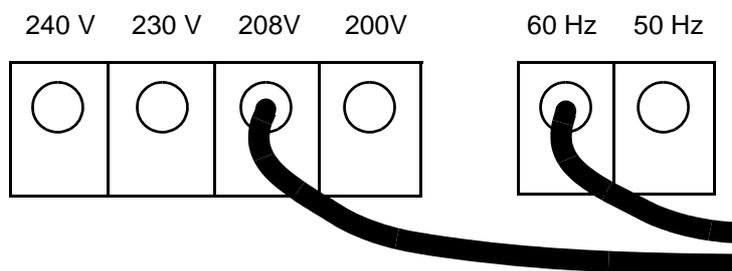

Figura 1: Configuración del balastro
3. Observar la Figura 1. Comprobar que el *cable negro más largo* del balastro esté conectado al terminal marcado con el valor de la tensión de red AC local. Si fuera necesario, desconectar y conectar en el terminal apropiado. Si el valor exacto de la tensión de red AC local no aparece en ninguno de los terminales, instalar el cable en el terminal que tenga el valor superior más cercano (por ejemplo, si la tensión AC es de 220 V, conectar el cable en la posición de 230 V).